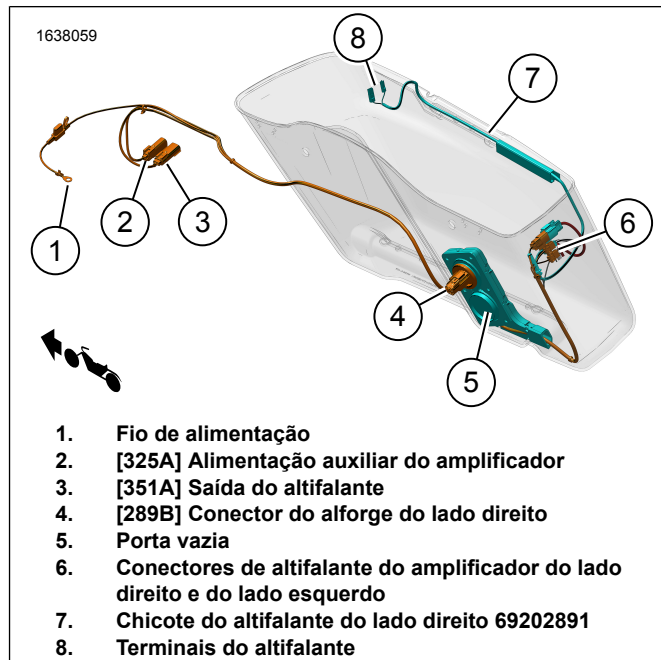

Figura 5. Encaminhamentos do Chicote do Alforje do Lado Direito
- g. Encaminhe o chicote (5) através do orifício do bucim.
- h. Instale o bucim (3) no chicote de fios (5).
- i. Ajuste o bucim (3) conforme necessário e instale-o no alforge.
13. Figura 5 Instale o chicote do altifalante do lado direito.
- b. Figura 5 Encaminhe o chicote de fios (7) conforme demonstrado.